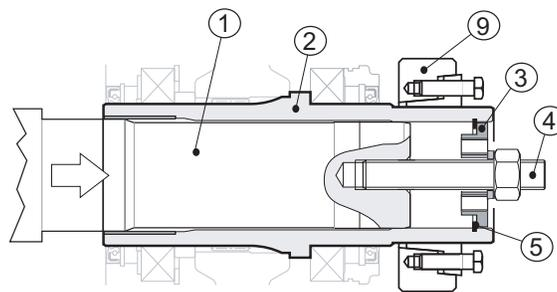

Fig. 21
Insérez ensuite le Seeger pour intérieur dans leur logement(pos. 5), puis le fond (pos. 3), à ce stade, visser l'écrou de la barre filetée amène les deux arbres en butée les uns avec les autres (voir Fig. 21 (p. 28)).